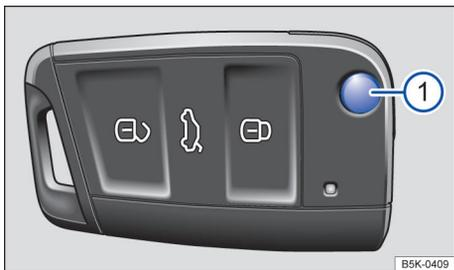
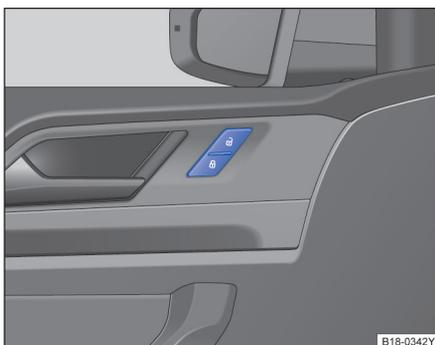

图 40 遥控钥匙
图 44 驾驶员侧车门内：中央门锁按钮。
按压按钮⇒图 40①即可解锁并翻开钥匙头。
如短时间内反复按压汽车钥匙上的按钮⇒图 40 或中央门锁某个按钮⇒第 59 页，则中央门锁系统将暂时关闭，防止系统过载。此时汽车解锁，必要时闭锁汽车。 <
行驶车速超过 15km/h 时汽车自动闭锁⇒ 第 27 页。闭锁汽车后中央门锁按钮里的指示灯 以黄色点亮⇒ 图 44。
如短时间内反复按压汽车钥匙上的按钮⇒ 图 40 或中央门锁某个按钮⇒ 图 44，则中央门锁系统将暂时关闭，防止系统过载。然后汽车处于解锁状态约 30 秒钟。在此期间，若未打开车门或行李厢盖，随后汽车将自动闭锁。
按压按钮⇒图 44：
- 按压 🚪 按钮⇒图 44。